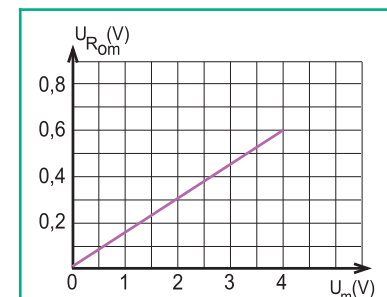

Fig.3 : Tracé de  $U_m = f(U_{R_{0m}})$
Les résultats de mesures ont permis d'obtenir le tracé de la figure 3.
- 4°) a- A l'aide de la courbe de la figure 3, montrer que :  $U_m = kU_{R_{0m}}$ , où  $k$  est une constante que l'on calculera.